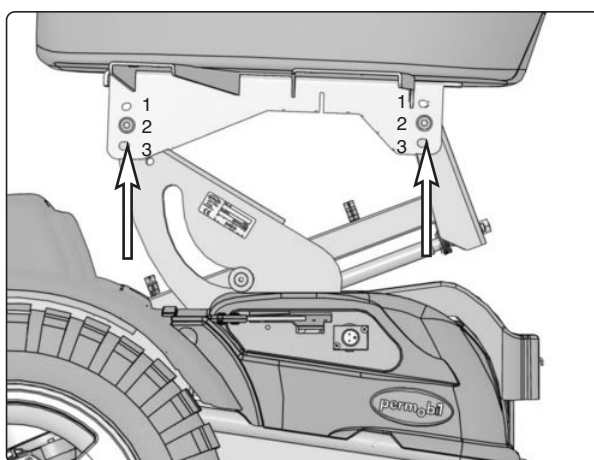

Bild 1.
6. Demontera sitsen, den sitter monterad med två skruvar, se bild 1.
8. Montera sitsvridningen på sitslyften med medföljande skruvsats. Sitsvridningen kan monteras på tre olika höjder efter önskemål. se bild 1 och 2.
5. Demontera sitsen, den sitter monterad med två skruvar, se bild 1.
7. Montera sitsvridningen på sitslyften med medföljande skruvsats. Sitsvridningen kan monteras på tre olika höjder efter önskemål. se bild 1 och 2.